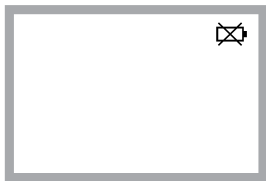

Рис. 8
1. Если в верхнем правом углу ЖК-дисплея отображается символ «» (см. рис. 8), необходимо заменить аккумуляторные батареи.